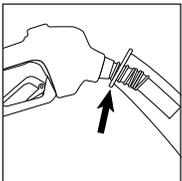

Ilustración 8
- ✓ Asegúrese de que la pistola surtidora esté introducida correctamente en el tubo de llenado. (Vea la ilustración 8)